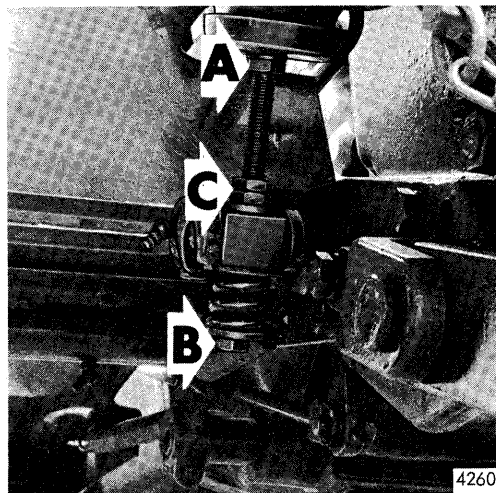

Fig. 37.
Pedalernes frigang justeres ved at skrue trækstangen (B) fig. 37 ind eller ud efter at låsemøtrikken (A) er løsnet. Frigangen skal være 15-20 mm. Kontroller at bremserne virker lige kraftigt på begge hjul, når pedalerne er sammenkoblede. Husk igen at tilspænde møtrik (A).